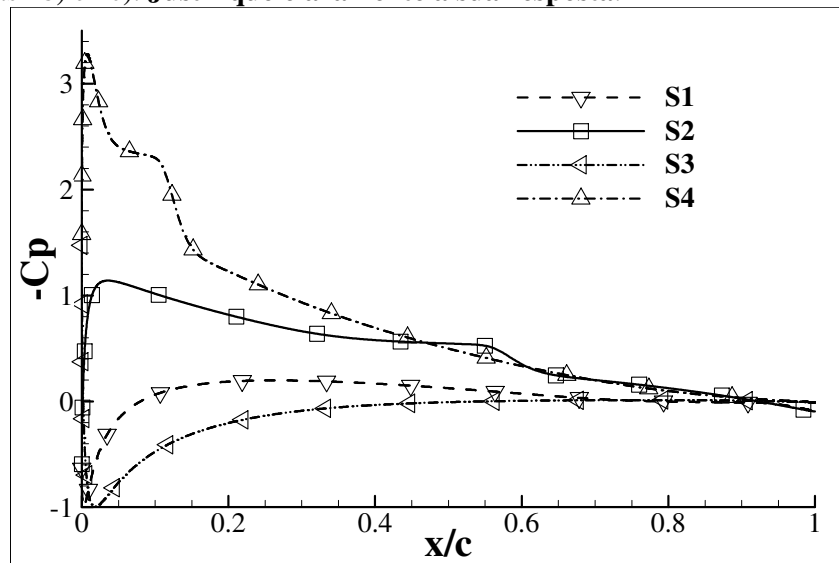

Figura 1a)
- Identifique quais os resultados obtidos para cada ângulo de ataque no extradorso e intradorso do perfil (S1, S2, S3 e S4) na figura 1a), (X, Y, LA, LB, LC e LD) nas figuras 1b) e 1c). **Justifique claramente a sua resposta.**